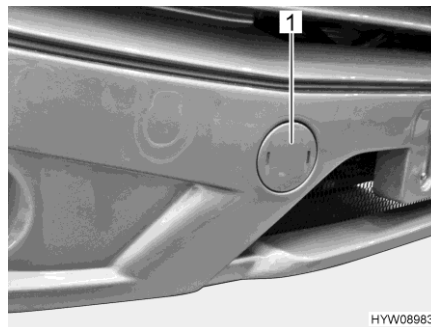

Fig. 25 Couvercle (fixation de l'œillet de remorquage)
- Ouvrir le couvercle (Fig. 25,1) avec un tournevis.